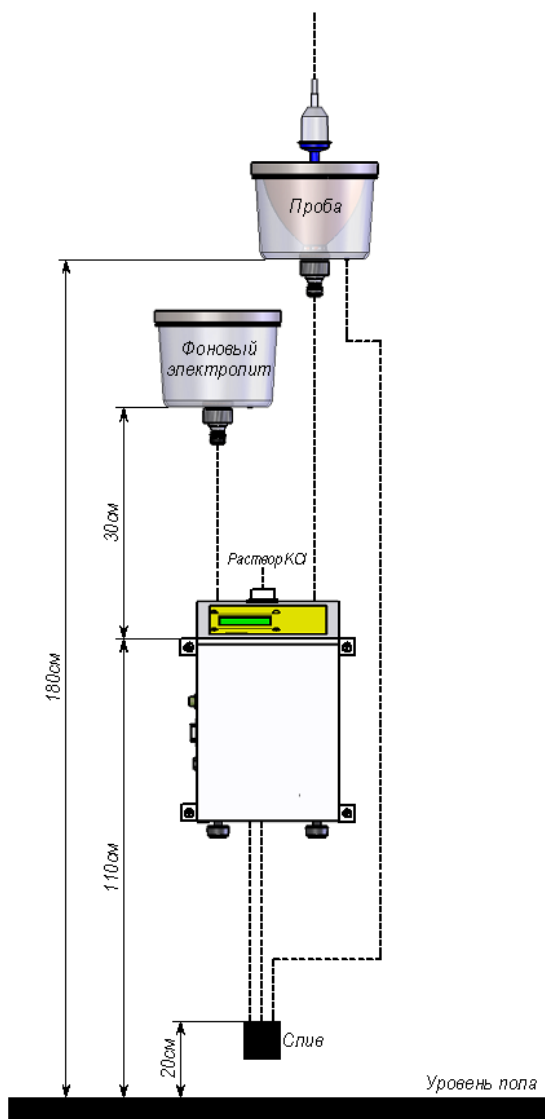

Рисунок 1 - Монтаж анализатора автоматического исполнения
2.3.4 Закрепить анализатор на вертикальном щите или стене и емкости с растворами (рисунок 1), используя для этого кронштейны на корпусе анализатора и хомуты для крепления емкостей. Рекомендуемая высота уровня верхних точек крепления корпуса – 110 см от уровня пола. Ёмкость "ФЭ" следует установить на высоте 40 см над уровнем верхней горизонтальной панели анализатора, ёмкость "Проба" – на высоте 50-55 см, а ёмкость "Слив" – на 80-85 см ниже уровня верхней горизонтальной панели анализатора. Подключить анализатор к напряжению питания 12 В.
По мере расходования фонового электролита его необходимо добавлять в емкость "ФЭ" (рис. 1).
По мере расходования раствора KCl необходимо доливать его в отверстие "KCl" (рис. 1).